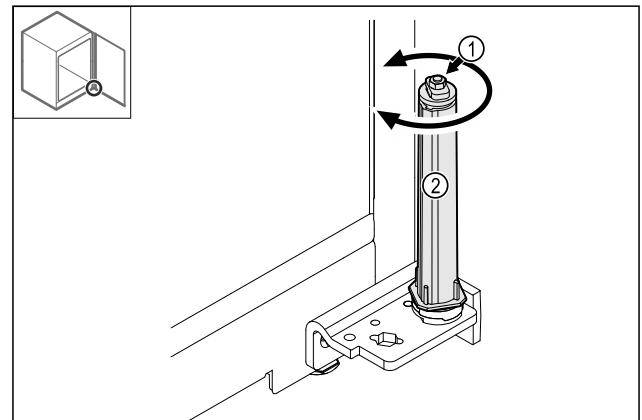

Fig. 43
► Verschraubung Fig. 43 (1) des Schließsystems nicht zerlegen.
► Schließsystem Fig. 43 (2) drehen, bis es klickt.